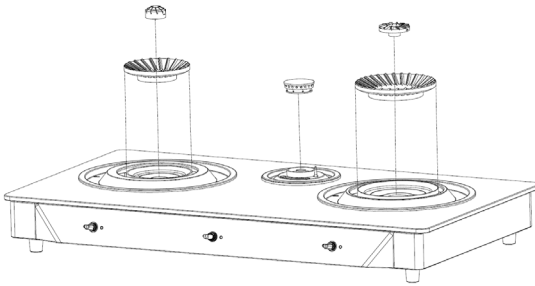

Figura 2
2. Compruebe y ajuste la tapa del quemador y el quemador hasta que coincidan (véase la figura 2).